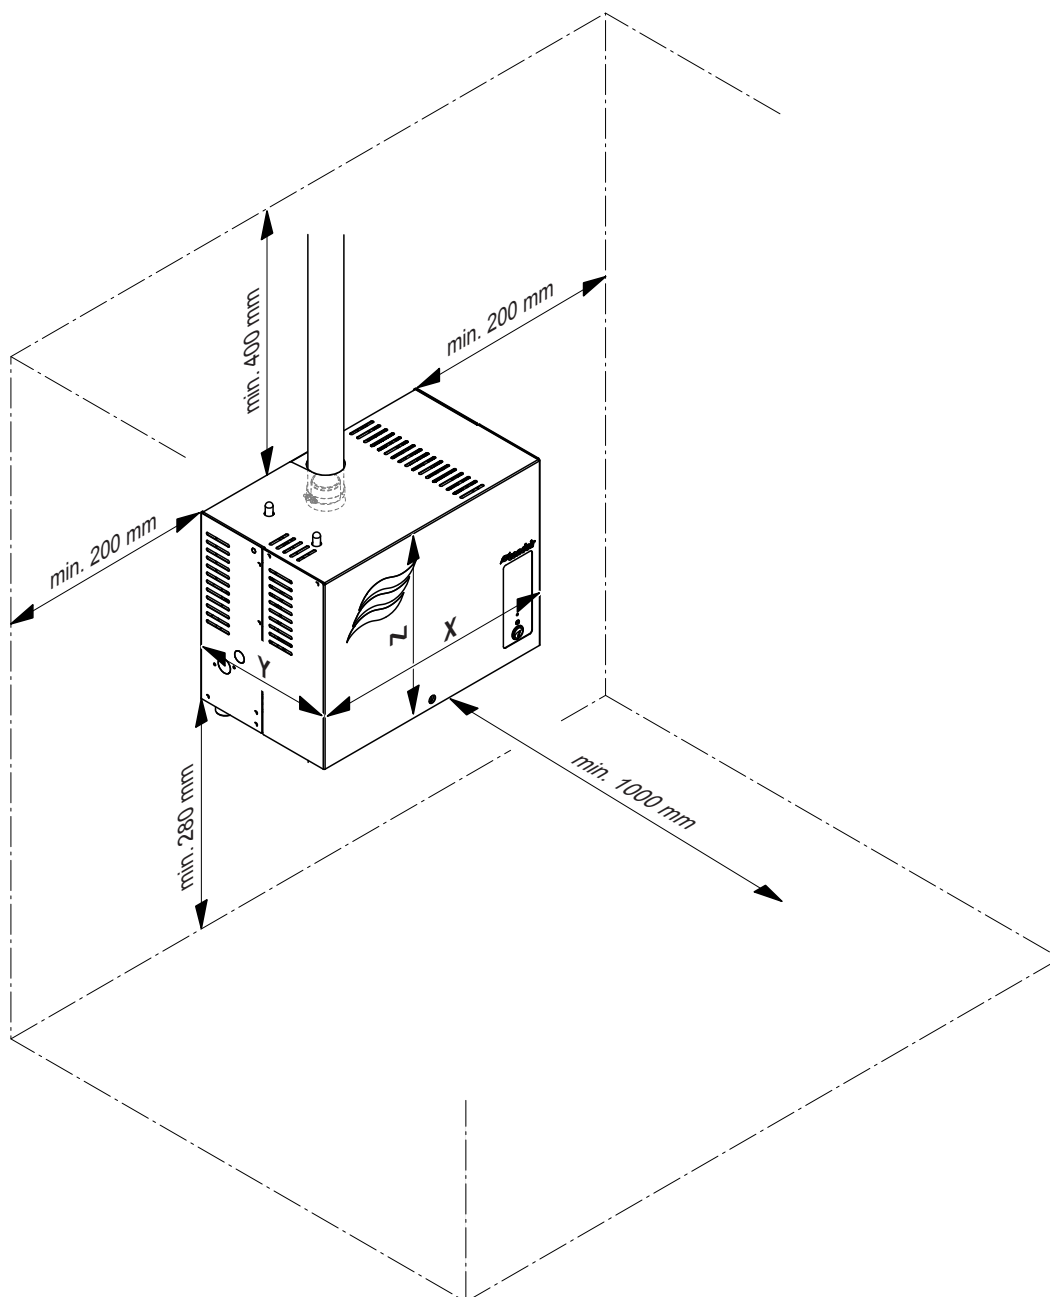

Abb. 14: Einzuhaltende Abstände
- Der Dampfgenerator Condair Omega ist für die Wandmontage oder mit den optionalen Bodenblechen für die Bodenmontage konzipiert. Darauf achten, dass die Konstruktion (Wand, Pfeiler, auf dem Boden befestigte Standkonsole, etc.) an der bzw. auf die das Gerät montiert werden soll, eine **ausreichende Tragfähigkeit** (Gewichtsangaben beachten, siehe Mass- und Gewichtstabelle nach Abb. 14) aufweist und für die Befestigung geeignet ist.
- Dampfgenerator so platzieren, dass das **Gerät gut zugänglich** und genügend Platz für die Wartung vorhanden ist. Die **Minimalabstände** gemäss Abb. 14 **müssen eingehalten werden**.